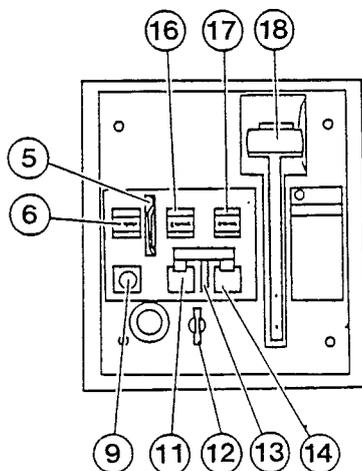

図14. 手動操作部名称
- 2) 投入スプリングの蓄勢が完了すると、「カチッ」と機械音がして、チャージングハンドルはポンピング操作ができなくなります。最大操作範囲 約105° でチャージングハンドルをポンピング操作した場合、4回程度で、投入スプリングの蓄勢は完了します。スプリングチャージインジケータ(図14⑬)には「CHARGED」が表示されます。
## 1-2. 閉路操作 (SHEET NO.18 図14参照)
- 2) 引出操作解除レバー(図14⑤)が上側へ倒れていること。
- 3) 引出ハンドル挿入口(図14⑨)のシャッタが完全に閉じられていること。
- 4) OPENパッドロックレバー(図14⑫)が引きだされていないこと。
上記の事項が満足していることを確認した後、手動操作ボタンカバー(図14⑬)を上方へ開けてから投入用押釦(図14⑭)を押して下さい。遮断器は閉路します。
OPEN-CLOSEDインジケータ(図14⑰)には、「CLOSED」が表示されます。スプリングチャージインジケータ(図14⑯)には「DISCHARGED」が表示されます。
## 1-3. 開路操作 (SHEET NO.18 図14参照)
手動操作ボタンカバー(図14⑬)を上方へ開けてから開路用押釦(図14⑪)を押して下さい。遮断器は開路します。OPEN-CLOSEDインジケータ(図14⑰)には「OPEN」が表示されます。
## 2-1. 閉路操作 (SHEET NO.18 図14参照)
- 2) 引出操作解除レバー(図14⑤)が上側へ倒されていること。
- 3) 引出ハンドル挿入口(図14⑨)のシャッターが完全に閉じられていること。